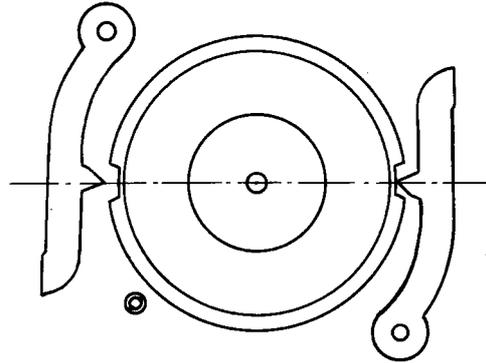

Abb. 2
5. Die grosse Minuten-Nockenscheibe vorsichtig so auf die Antriebswelle schieben, dass die Betätigungsspitzen der Kontakthebel jeweils in der Mitte des Einfalles liegen (siehe Abb. 2 Bl. 1^I). Durch leichtes Verdrehen der beiden kleinen Nockenscheiben (mit einem Schraubenzieher o.ä.) deren Zahnrad mit dem Antriebsrad der grossen Nockenscheibe in Eingriff bringen und letztere dann bis auf den Ansatz der Antriebswelle niederdrücken. (Die beiden Spannschrauben bleiben gelöst.) Die Papierstreifen entfernen und den Index auf die Platine aufschrauben.